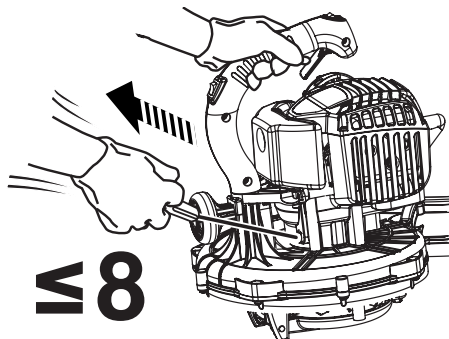

Fig. 11
4. Enfoncez complètement la gâchette des gaz et tirez sur la poignée du lanceur jusqu'à ce que le moteur démarre. Ne tirez pas sur la lanceur à plus de 8 reprises. [Fig. 11]